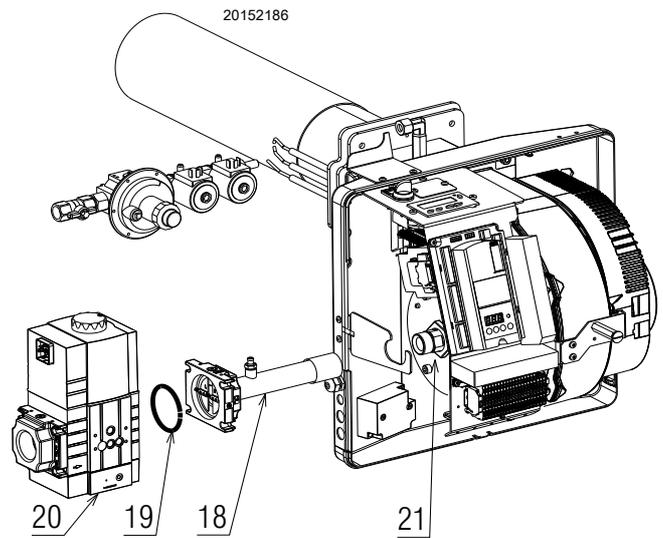

图 17
- 将阀组 8) (图 17) 的管道固定到燃气混合器 21) 的螺纹接口处，并使用适合的密封剂进行气体密封；
在操作过程中使用合适的密封剂并检查气体密封情况，特别是管 18) (图 17) 的密封情况。